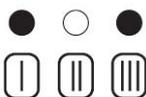

Figure 7.5
- Pour régler la pression d'allumage du brûleur, les voyants lumineux 1 dans la Figure 3.1 doivent être affichés comme dans la Figure 7.5 (voyant 1).